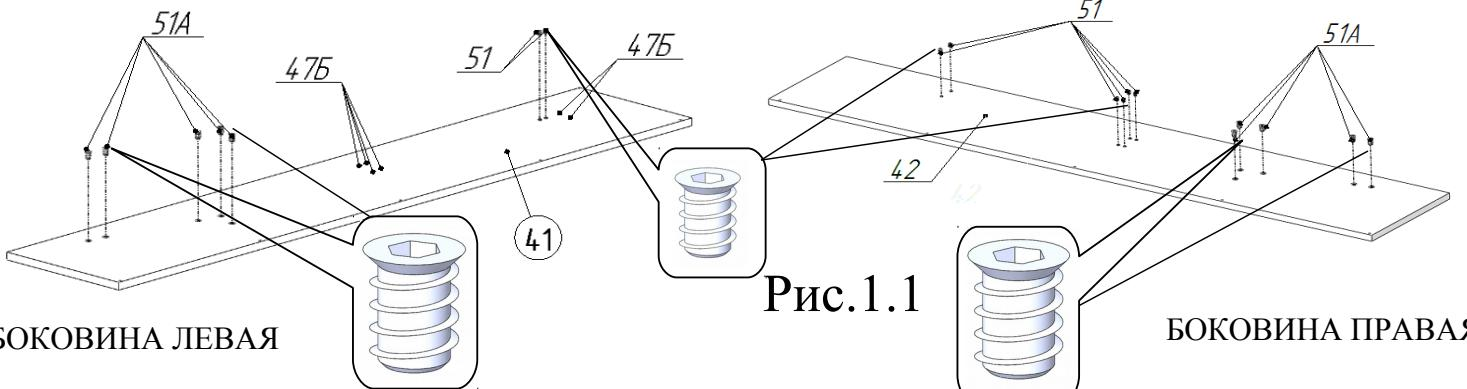
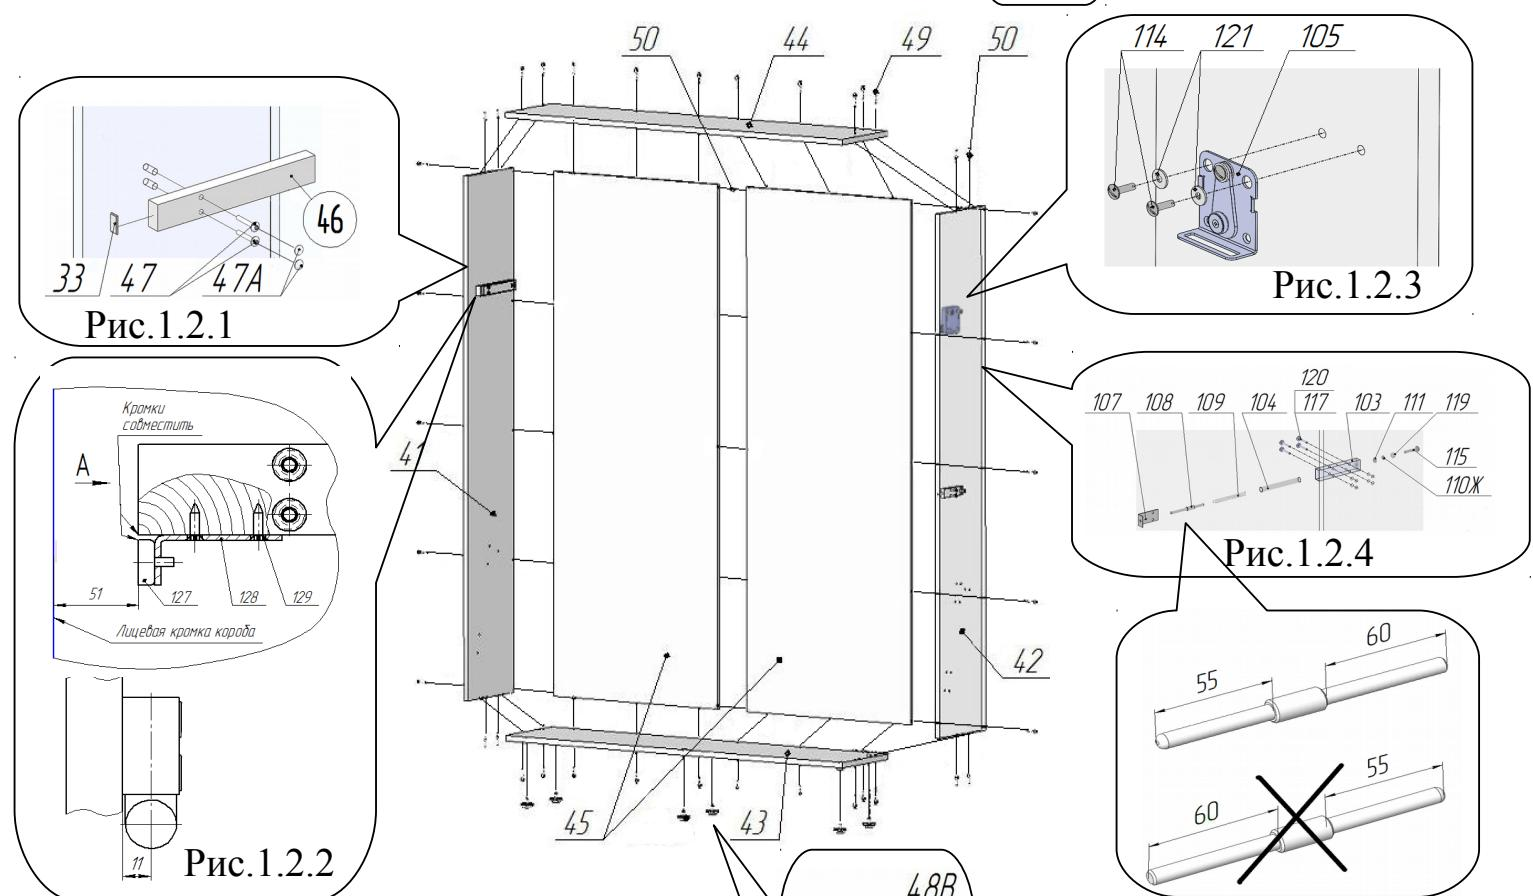
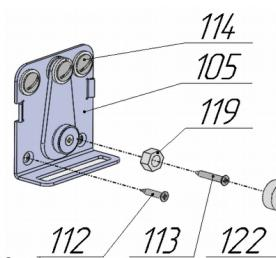

Рис.1.1
Рис.1.2
Рис.10.1 Закрепление
Установить в боковины поз.41, 42 футорки поз.51,51А, используя шестигранные ключи 6мм и 8мм (рис.1.1). Завинчивание футорок производить до совпадения торцов с плоскостью боковин поз.41,42. Установить заглушки поз.47Б в неиспользуемые отверстия в соответствии с рис. 1.1. Состыковать стенки задние поз.45 между собой, использовав шканты поз.50. Собрать вокруг стенок задних поз.45 боковины поз.41, 42 и панели поз.43, 44 в соответствии с рис.1.2, используя шканты поз.50 и винты-конфирматы поз.49.
12. Поднять раму кровати в вертикальное положение. Надавливанием на верхние углы рамы в горизонтальном направлении, добиться одинаковых зазоров слева и справа между рамой и боковинами короба поз.41,42 (рис.1.2).
В случае, если поверхность щита декоративного поз.40 в закрытом (НАЖАТОМ ДО ЩЕЛЧКА МЕХАНИЗМА) вертикальном положении совпадает с кромками боковин поз.41,42 (рис.1.2), регулировка механизма не требуется. Можно провести его окончательное закрепление саморезами поз.112 и 113, подложив под саморез поз.113 гайку поз.119 (рис.10.1, 10.2). Надеть на гайку колпачок поз.122. В зависимости от стороны, с которой установлен механизм фиксации поз.105, саморезы расположить в соответствии с рисунками 10.1 или 10.2.
При необходимости регулировки фиксированного положения, расслабить винты поз.114 (рис.10.1 и 10.2).
саморез поз.113 гайку в соответствии с рисунками 10.1 или 10.2. Надеть на гайку поз.119 колпачок поз.122 (рис.10.1 и 10.2).